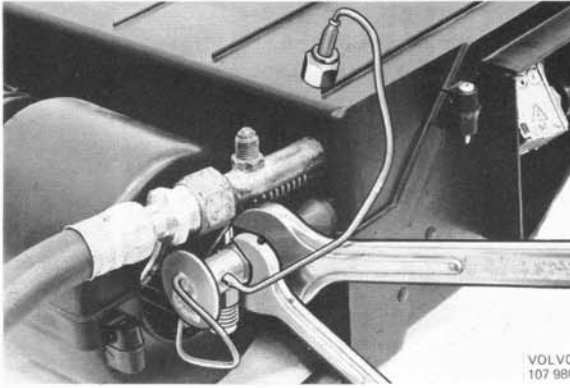

Abb. 30 Ausbau des thermischen Expansionsventils mit Hilfe zweier Maulschlüssel
9. Kältemittelschlauch vom Expansionsventil und Expansionsventil vom Auslaufstutzen des Verdampfers abschrauben. Dabei einen zweiten Maulschlüssel als Gegenhalter benutzen, damit der Auslaufstutzen nicht verformt wird (Abb. 30).